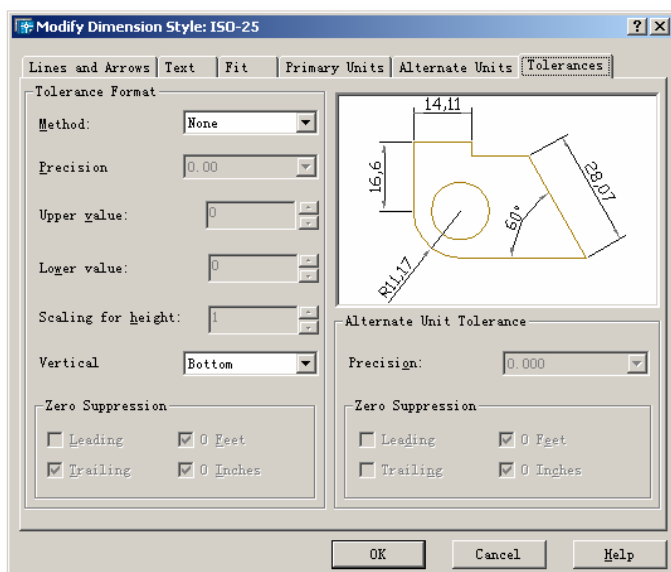

图 8-31 Tolerance 选项卡
6) Tolerance 选项卡 若选择 Tolerance 选项卡, 则 AutoCAD 将弹出如图 8-31 所示修改尺寸标注样式 Tolerance 选项卡的对话框界面。该选项卡对话框界面中各选项的含义如下: